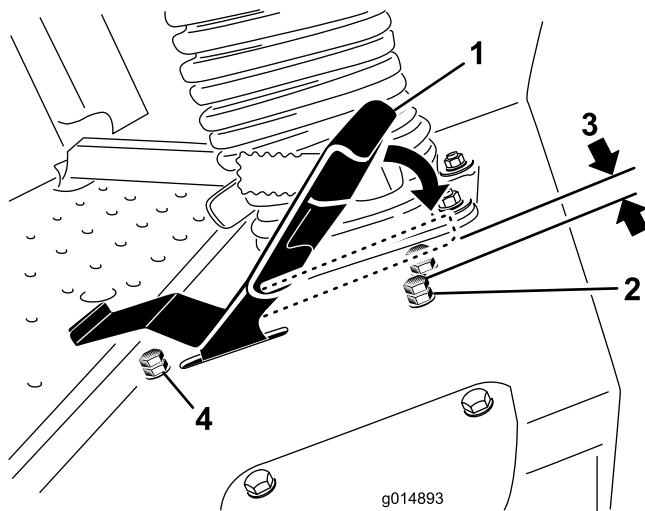

Рисунок 60
3. Отпустите зажимную гайку на упорном болте педали тяги (Рисунок 60).